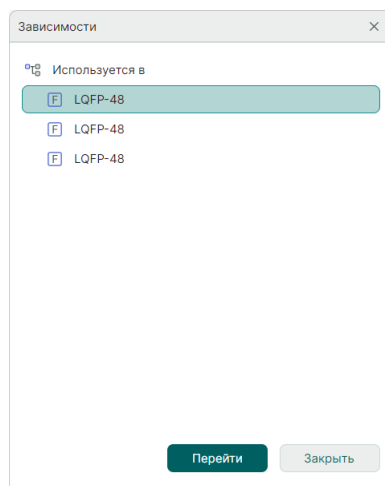

Рис. 117 Отображение зависимостей выбранного корпуса
3. В окне «Зависимости...» выбрать нужный элемент из списка и нажать , см. Рис. 117.